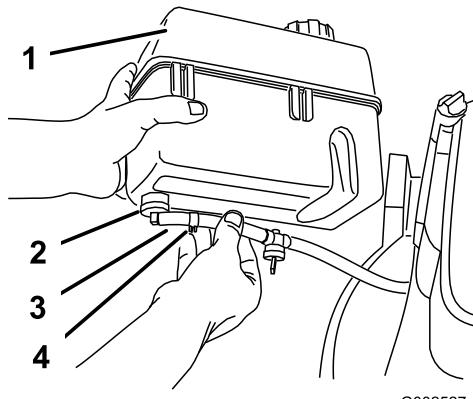

Figura 4
- Deslice el extremo del tubo de combustible sobre el codo (Figura 4).
- Sujete el tubo de combustible con la abrazadera del tubo de combustible (Figura 4).